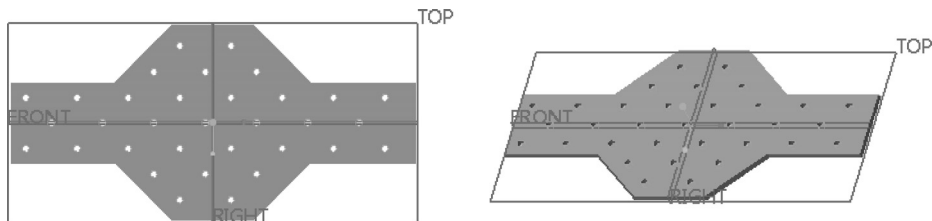

图 5-81 完成填充阵列
8) 在“阵列”选项卡中单击  (完成) 按钮,完成该填充阵列,其效果如图 5-81 所示。